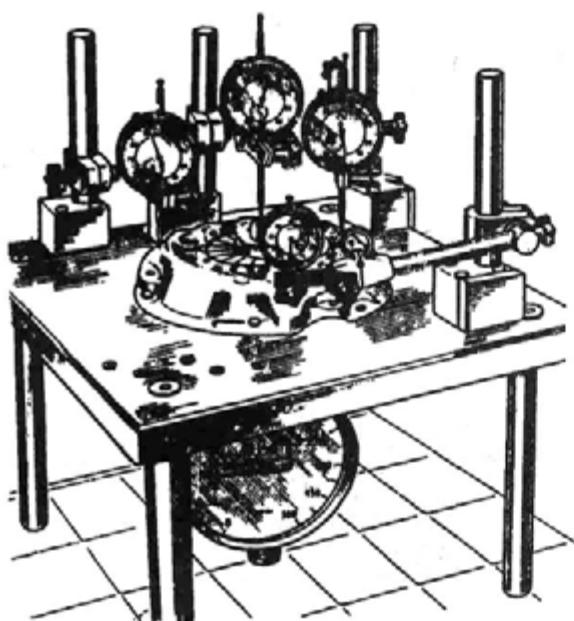

Рис. 78. Замер биения и отхода нажимного диска
4. При приложении к поверхности «Н» опорной пяты нагрузки в направлении стрелки «К» и отходе поверхности «Н1» нажимного диска от поверхности «Н2» на 7,9 мм биение поверхности «Н1» не должно превышать 0,25 мм. Замер биения и отхода нажимного диска производите с помощью индикаторов, штифты которых установлены на головки заклепок в местах крепления к нажимному диску соединительных звеньев, как показано на рис. 78.